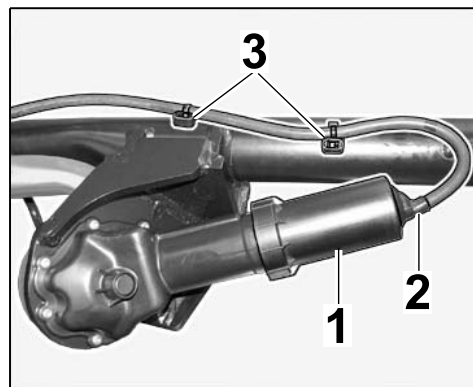

Рис. 10
- 1.7.7 Установить нижний вкладыш корпуса двигателя тягово-сцепного устройства. Вставить насадку жгута проводов в нижний вкладыш и выровнять шейку насадки на жгуте проводов (⇒ Рис. 10).
- 1.7.8 Зафиксировать жгут проводов с помощью предварительно смонтированного кабельного зажима (2 шт.) на траверсе тягово-сцепного устройства (⇒ Рис. 10)